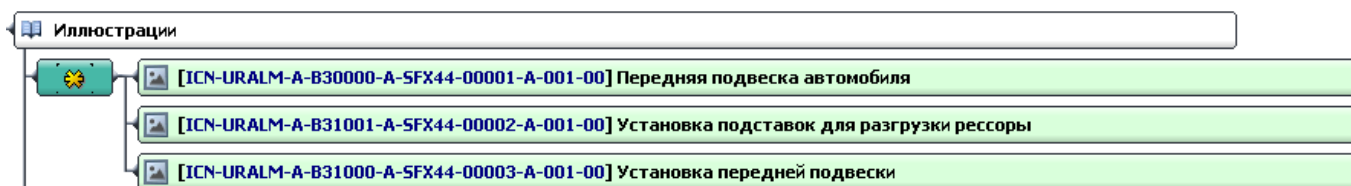

Рисунок 105
- б) Введите коды модулей данных и названия (рисунок 105).